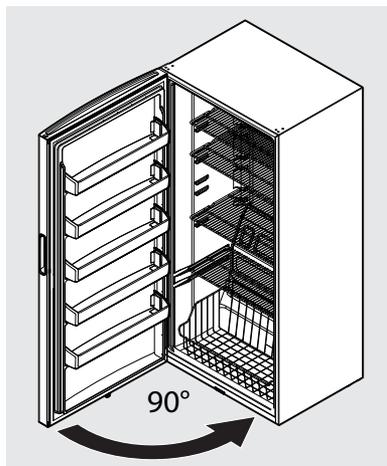

figura 6
12. Para instalar la puerta de nuevo, colóquela sobre el pasador de la bisagra inferior con un ángulo de 90° y gírela hasta la posición de cierre (consulte la figura 6).